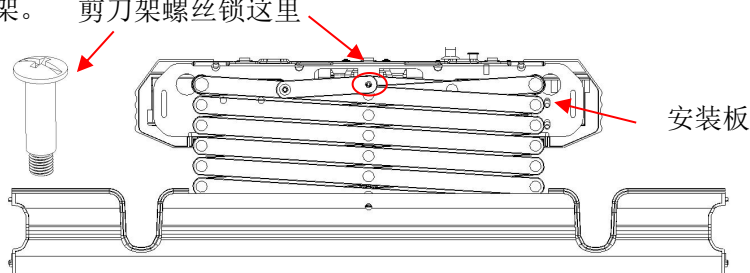
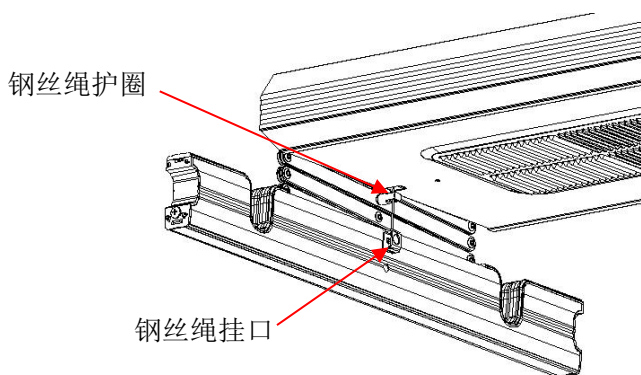
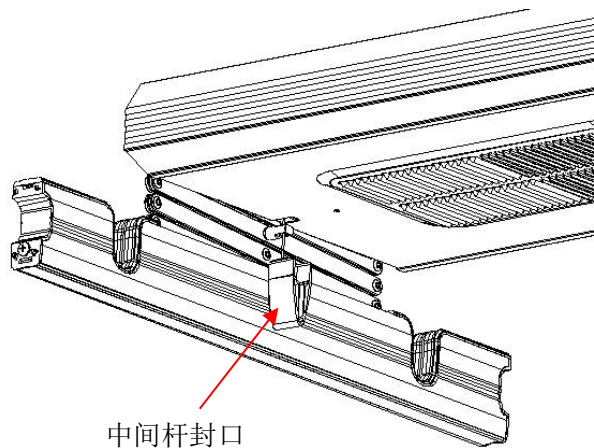

图 8
图 9
图 10
- 7、安装剪刀架：先将剪刀架一端滚轮滑进安装板滑槽内，移动剪刀架，滑向另一端，确保剪刀架两端滑轮都在安装板滑槽内，用剪刀架螺钉锁住短剪刀片（如图 8 所示），将钢丝绳卡头穿过钢丝绳护圈套进钢丝绳挂口内（如图 9 所示），套上中间杆封口（如图 10 所示），剪掉剪刀组扎带。以同样的步骤安装好另一侧剪刀架。